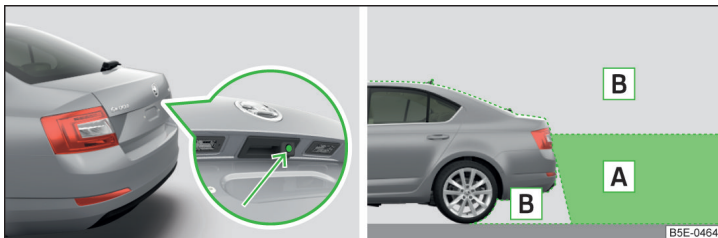

Fig. 162 Emplacement de la caméra / zone surveillée
La caméra pour enregistrer la zone derrière le véhicule se trouve dans la poignée du capot du coffre à bagages » fig. 162.
**Zone surveillée » fig. 162**